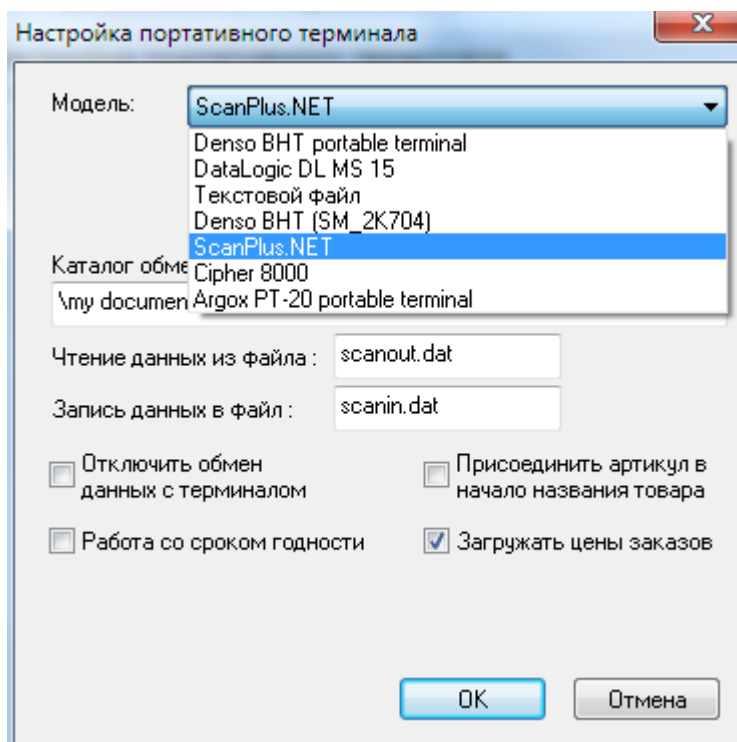

Рисунок 71 – Выбор модели портативного терминала
1. В **Базовом модуле** в диалоге **Настройка портативного терминала (Настройка → Настройка аппаратуры → Портативный терминал)** выбрать нужную модель портативного терминала (Рисунок 71):